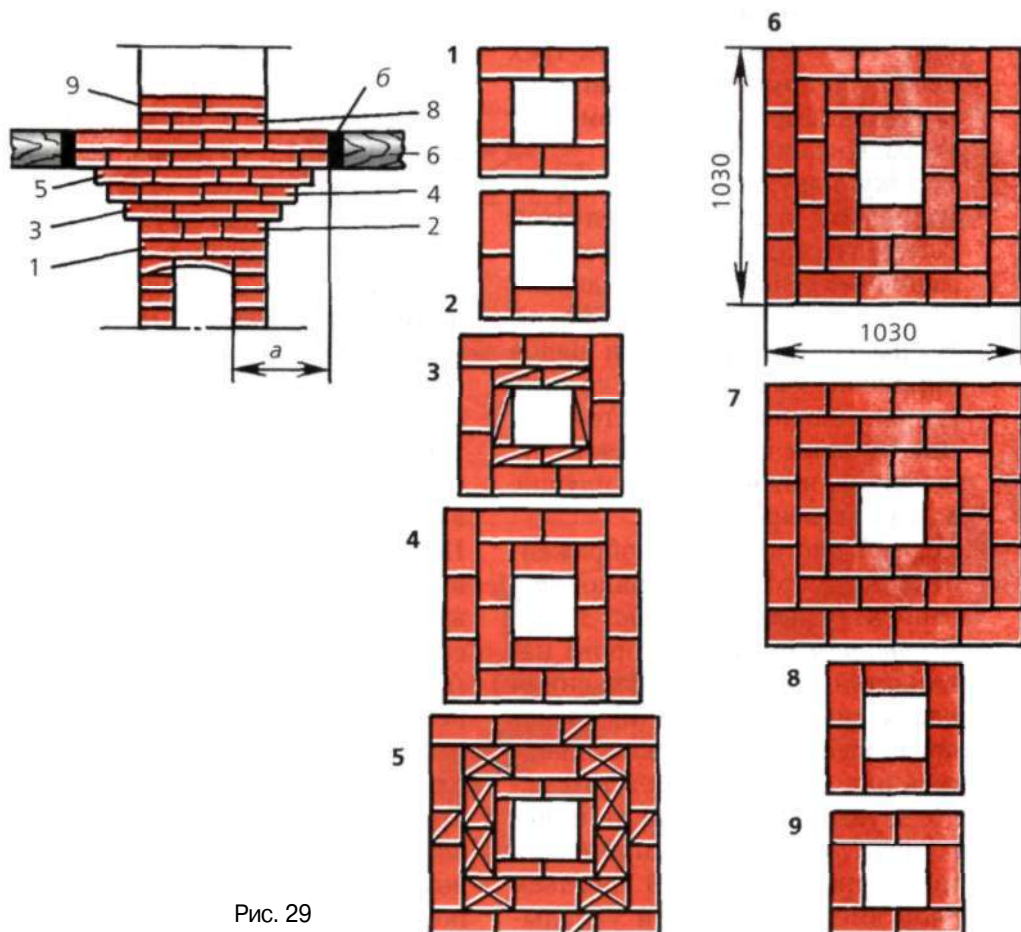

Рис. 29
**Распушка трубы.** У самого потолка дымовая труба постепенно расширяется до тех пор, пока кирпичная кладка не упрется в стенки сквозного квадратного проема в чердачном перекрытии. Как уже говорилось ранее, это постепенное расширение трубы у потолка называют распушкой (рис. 29). Благодаря распушке деревянные части потолка не соприкасаются непосредственно со стенками трубы. Согласно правилам противопожарной безопасности, расстояние от «дыма», то есть дымового канала, должно быть не менее 1,5–2 кирпичей (а). Количество рядов самой широкой части распушки зависит от толщины чердачного перекрытия. Между кирпичами распушки и деревянными частями чердачного перекрытия прокладывают изоляционный слой из